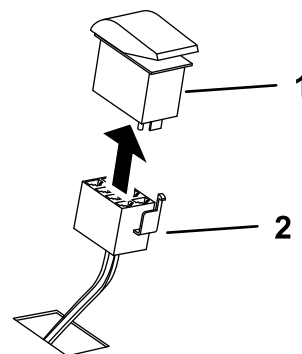

Figure 5
4. En passant par l'intérieur de la machine, poussez le connecteur de l'interrupteur au bout du faisceau à travers le trou laissé par le cache, puis branchez le connecteur à l'interrupteur (Figure 5).
5. Insérez l'interrupteur dans le trou (Figure 5).